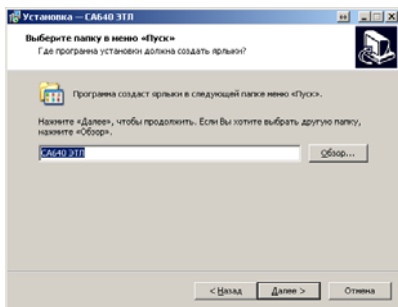

Рисунок 8.3
3) Определить место размещения ярлыков программы в меню "Пуск", для чего в окне (рисунок 8.3) следует либо согласиться с предлагаемой по умолчанию папкой, либо выбрать другой вариант,